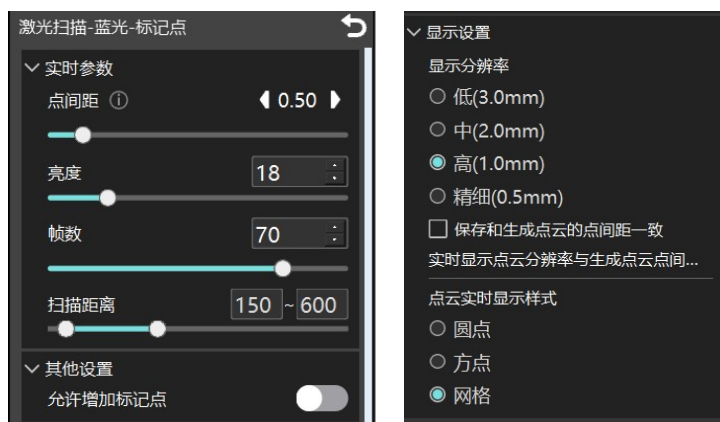

图 7-8 激光标记点拼接扫描参数设置界面
选择激光（蓝光/红外）标记点拼接模式进行扫描前，点击右下方“设置”按钮，进入参数设置。参数设置页面如图 7-8 所示。
- **允许增加标记点**：扫描时如果遇到拼接不流畅的情况，可以在标记点稀疏的地方及时补几个点，打开“允许增加标记点”选项后继续扫描（该选项在扫描前和扫描时均可打开），如图 7-8 所示。